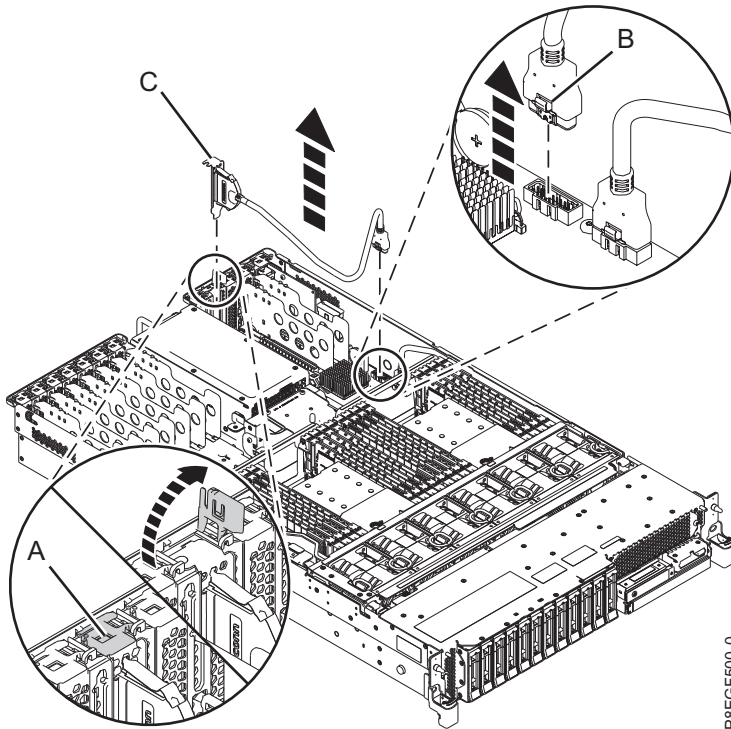

Abbildung 1. Hinteres USB-Kabel ausbauen
2. Öffnen Sie an der Rückseite des Systems die Adaptersicherung **(A)** und heben Sie das Gehäuse des USB-Kabels **(C)** an, wie in Abb. 1 auf Seite 4 gezeigt.